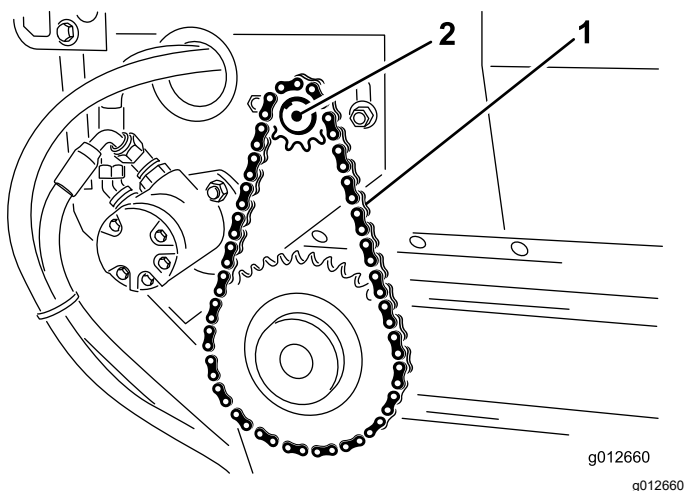

Figure 24
3. Desserrez les boulons et écrous qui fixent l'ensemble moteur et pignon au cadre principal (Figure 24).
4. Faites tourner l'ensemble moteur et pignon (Figure 24) dans les fentes de montage jusqu'à ce que la chaîne de la bande transporteuse présente une flèche de 3,2 mm.
5. Resserrez les boulons de fixation (Figure 24).